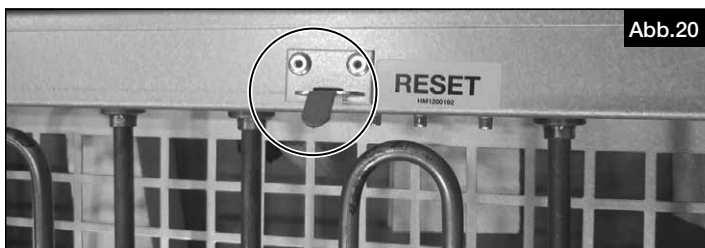

Abb.20
2. Reset-Taste drücken um eine manuelle Rückstellung zu erzielen, s. Abb.20.